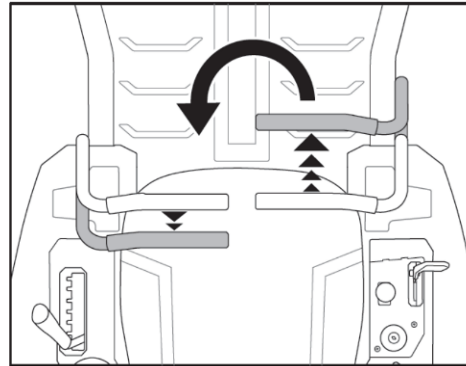

Fig.19B
3. För att vrida moturs, för den högra spaken för drivningskontroll framåt samtidigt som den vänstra spaken för drivningskontroll förs bakåt. (Fig. 19B)